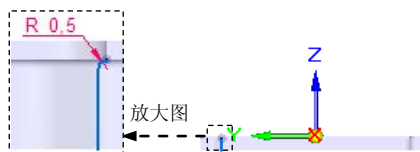
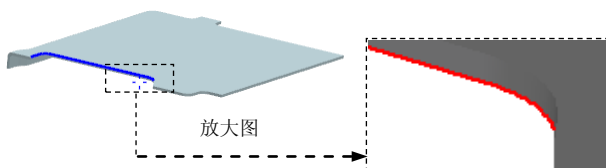

图 8.4.14 截面草图
图 8.4.15 选取延伸边线
② 绘制图 8.4.14 所示的截面草图。
③ 单击“主页”操控板中的“关闭草图”按钮, 退出草图绘制环境。
(3) 轮廓弯边的延伸量及方向。在“轮廓弯边”命令条中单击“延伸步骤”按钮; 单击“链”按钮, 选取图 8.4.15 所示的模型边线, 单击鼠标右键。